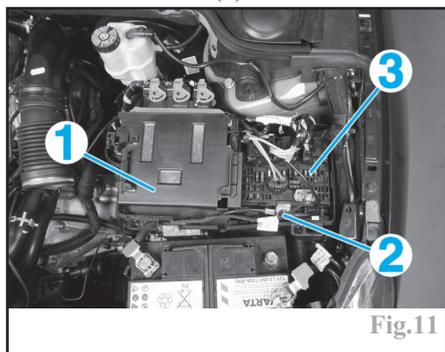

Fig.11
- le calculateur de gestion moteur (1) (Fig.11).
- la masse (2).
- la boîte à fusibles (3).